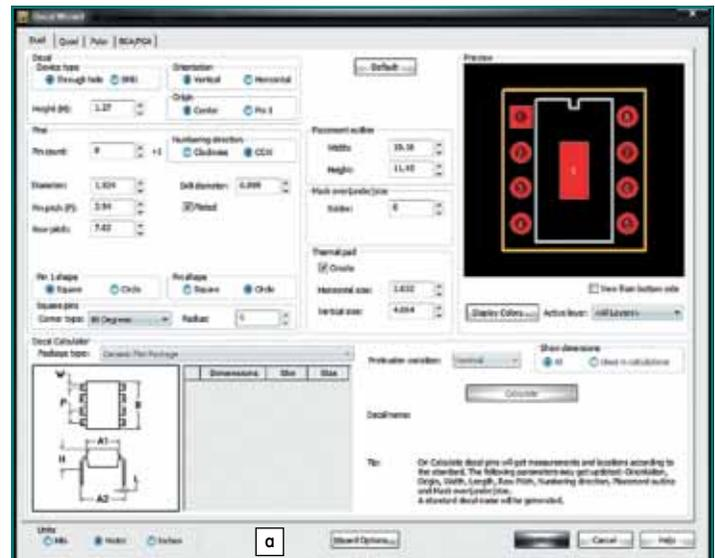

Рис. 8. Создание посадочного места компонента на вкладке Dual мастера посадочных мест Decal Wizard: а) со штырьковыми выводами; б) с планарными выводами
- Device type (тип устройства) — при помощи установки переключателя в нужную позицию в поле задается тип компонента, посадочное место которого мы разрабатываем: Through hole — компонент со штырьковыми выводами (рис. 8а) или SMD — компонент с планарными выводами (рис. 8б);
- Height (H) — максимальная высота компонента на плате;